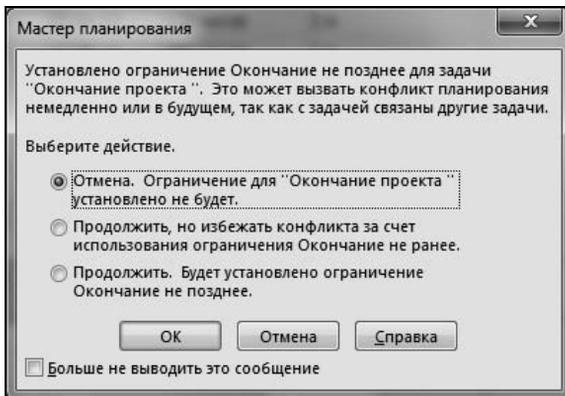

Рис. 5.19. Диалоговое окно Мастера планирования
6. Попытка установить ограничение даты завершения проекта ранее расчетной даты его окончания вызовет реакцию Мастера планирования Project, который рассматривает такие ситуации как ошибку и предложит пользователю выбрать решение, устраняющее выявленное формальное противоречие (рис. 5.19).